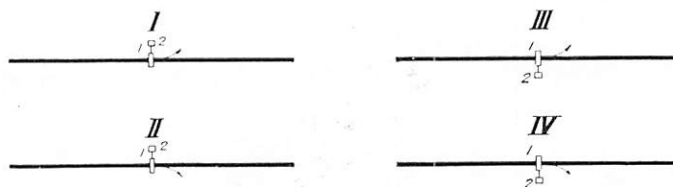

Bild 2.
6) Beträffande lokalt omställbar spårspärr med eller utan kontrollås, läge av omställningshävarm enl. någon av skisserna I—IV, bild 2.